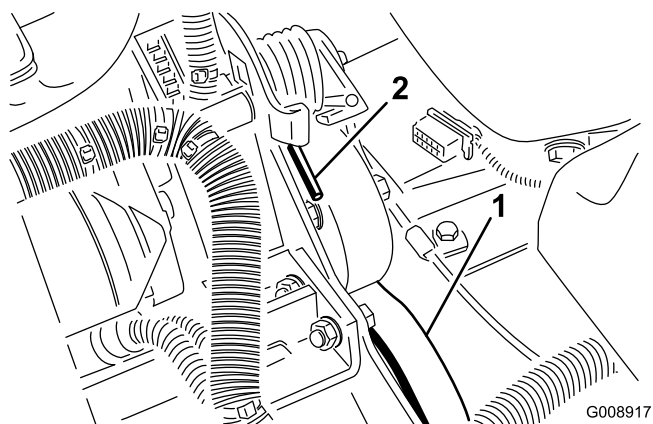

Figura 54
2. Premete l'estremità della molla e spingetela in avanti (Figura 54) per sbloccarla dalla staffa e rilasciare la tensione della molla.